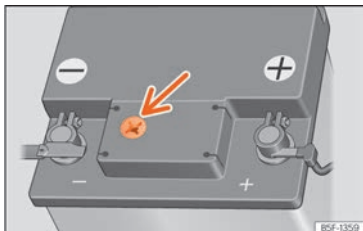

Abb. 180 Sichtfenster an der Oberseite der 12-Volt-Fahrzeugbatterie (Prinzipsdarstellung).
- Prüfen Sie die Farbanzeige im runden Sichtfenster an der Oberseite der Batterie » » » **(Abb. 180)**.